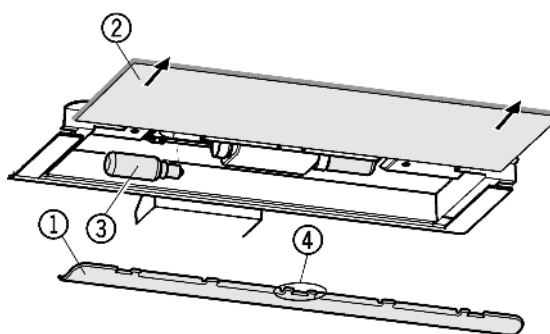

Fig. 17
- ▶ Снятие накладки Fig. 17 (1): сзади возьмитесь пальцем за накладку и снимите её с фиксатора.
- ▶ Извлеките стеклянную полку Fig. 17 (2).
- ▶ Лампу накаливания Fig. 17 (3) заменить.
- ▶ Установка накладки на место: защелкните справа и слева, следя за тем, чтобы средний крюк *Fig. 17 (4)* захватил стеклянную полку.